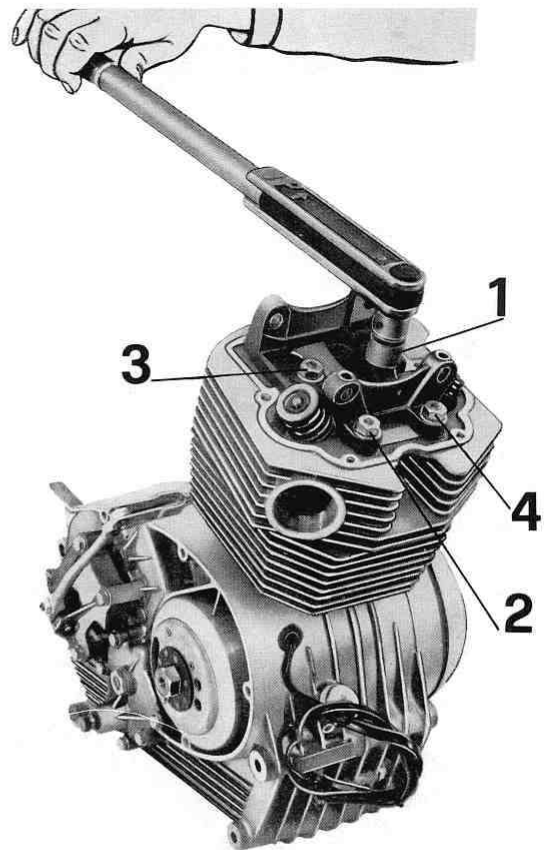

Fig. 30
- i dadi avvitandoli sui tiranti di fissaggio testa-cilindro al basamento senza bloccarli a fondo. Il bloccaggio dei quattro dadi deve avvenire con chiave dinamometrica ad una coppia di serraggio di kg/m 3 osservando l'ordine di bloccaggio di fig. 30 (1-2-3-4). Registrare il giuoco tra bilancieri e valvole adoperando apposito spessimetro numero 12909090 (C di fig. 53) vedere capitolo "Regolazione giuoco tra bilancieri e valvole" a pag. 32;